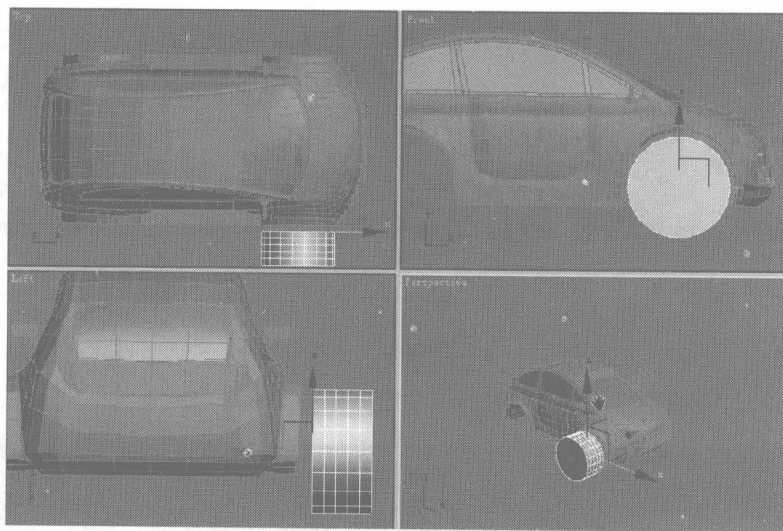

图 7.223
- 01** 单击 ，进入创建面板，单击 按钮，选择 **Standard Primitives** 类型，单击 **Cylinder** 按钮，在 Front 正视图中创建一个圆柱体。单击右键，在弹出的快捷菜单中选择 Convert to Editable Poly 命令，将该物体转换为可修改的 Polygon 模型，如图 7.223 所示。